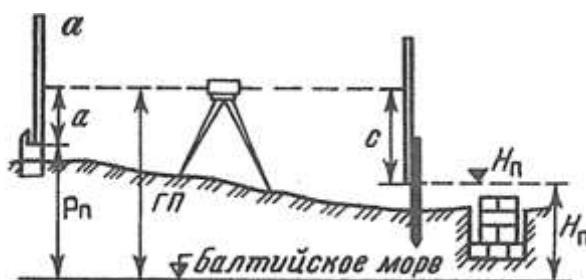

Рис. 1. Схема разбивки и контрольных высот фундамента
5. Выставьте проектную высоту верха фундамента на обноске (рис. 1), если высота репера  $P_n = 60,038$ , отсчет по рейке  $a = 0984$ , проектная высота фундамента  $H_n = 59,855$ .